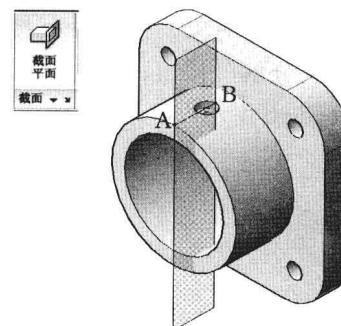

图 9-3-2
(2) 在“截面”面板中单击“截面平面”按钮 \square ，捕捉并单击模型上的象限点 A、B，创建一个截面对象，如图 9-3-2 所示。